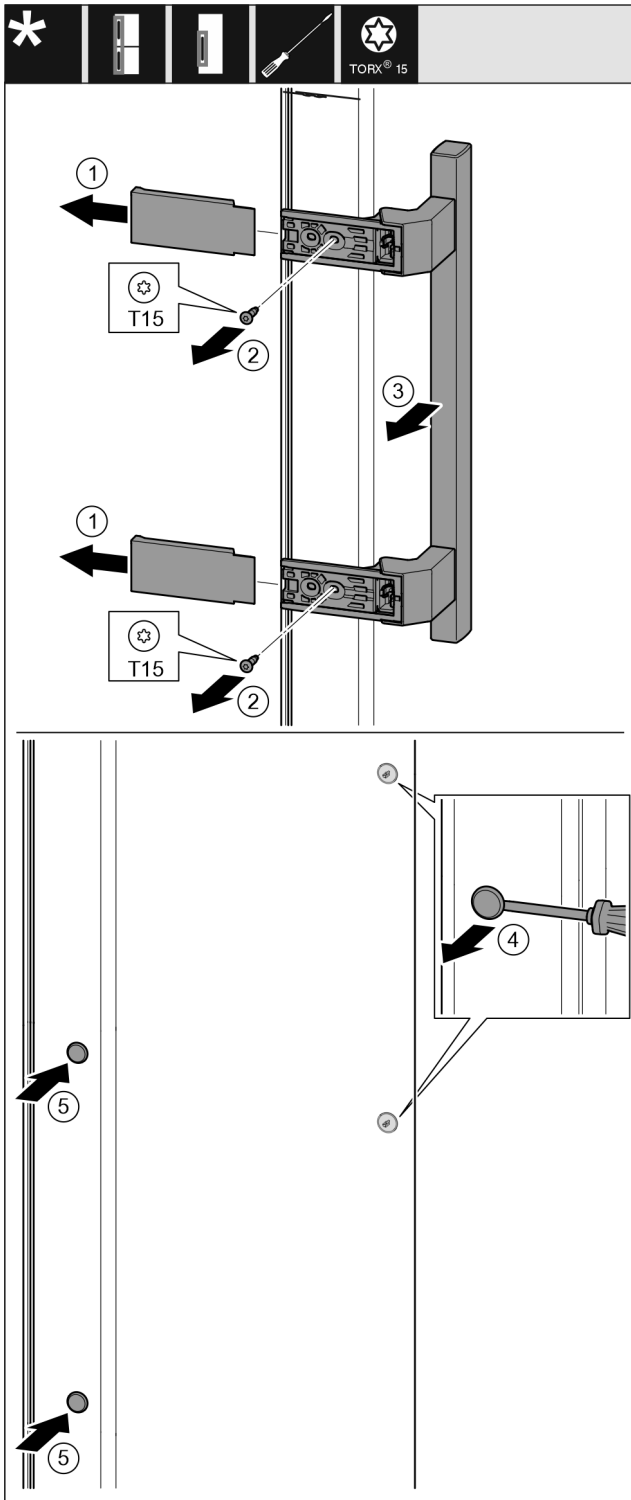

Fig. 14
- Nutraukite dangtį. Fig. 14 (1)
- Išsukite varžtus atsuktuvu Torx 15. Fig. 14 (2)
- Nuimkite rankenėlę. Fig. 14 (3)
- Šoninį kaištį atsargiai pakelkite išdrožiniu atsuktuvu ir jį ištraukite. Fig. 14 (4)
- Vėl įstatykite kamštį kitoje pusėje. Fig. 14 (5)